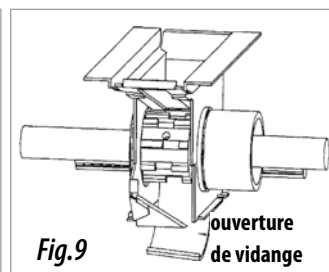

Fig.9
- Vider la semence de la trémie dans l'auget, en ouvrant complètement les trappes (fig. 9).